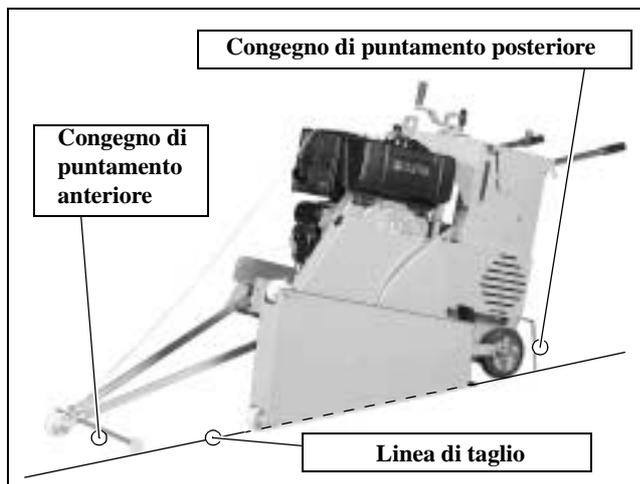

Fig. 4.22 Regolazione dei congegni di puntamento
I congegni di puntamento del tagliagiunti (Fig. 4.22) consentono all'operatore di eseguire il taglio esattamente lungo una linea tracciata sul materiale.
1. Tendere uno spago allineandolo direttamente con la lama diamantata (Fig. 4.22).